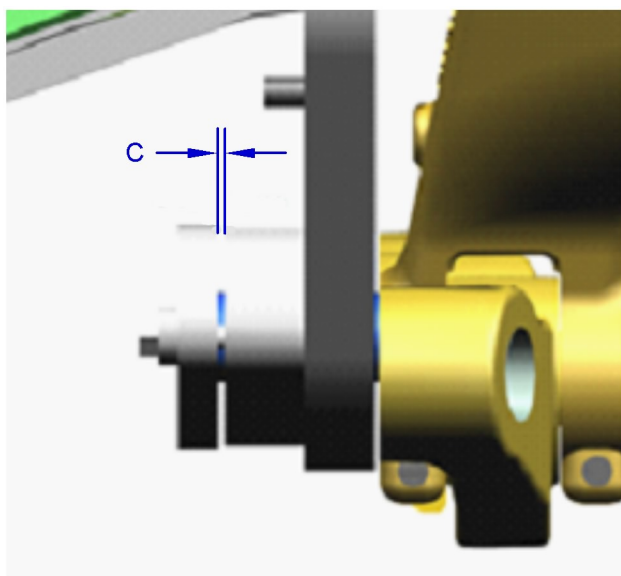

Ilustración 79
10. Mida y tome nota de la separación de la clavija, como se muestra en la ilustración 79 . Si no hay separación y se observa un movimiento excesivo del varillaje, reemplace el buje de la barra de conexión.